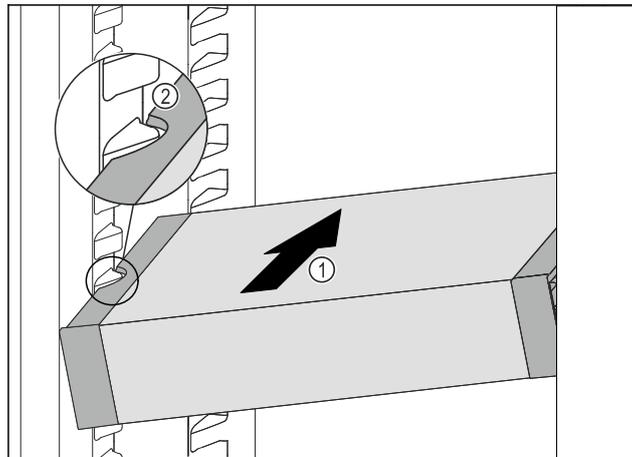

Fig. 106
► Вставити висувний ящик VarioSafe під кутом в охолоджувальне відділення Fig. 106 (1), доки бокові поглиблення Fig. 106 (2) VarioSafe не будуть розташовуватися на рівні ребра для ємності в охолоджувальному відділенні.